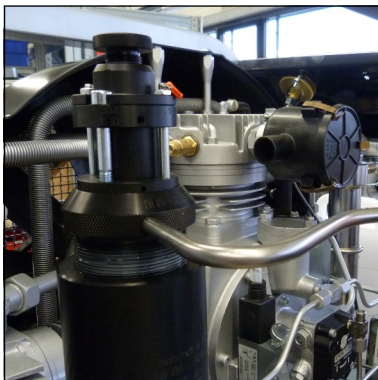

Abb. 1 - Filtergehäusedeckel mit Filterschlüssel öffnen
- Deckel vom Enddruckfiltergehäuse demontieren (Abb. 1). Filterdeckel mit Hilfe des Filterschlüssels öffnen. Achtung: Bei Druck im Behälter lässt sich die Verschraubung nicht lösen.